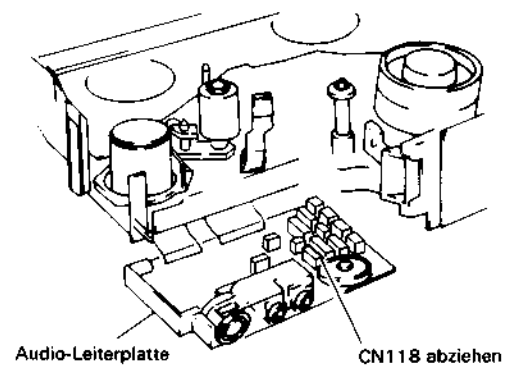

Abb. 2.75 Ausbau des Lademotors
Ausbau des Lademotors (Abb. 2.75, 2.76, 2.77)
2. Den Stecker CN118 abziehen (siehe Abb. 2.75).